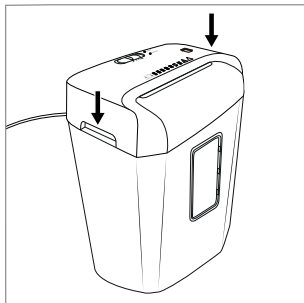

Fig. 1
- ◆ Hold på skæreenheden **5** i de to integrerede bæregreb **7**, og sæt den på den opsamlingsbeholder **10**, så ledningen **1** vender bagud, og observationsvinduet **9** på den opsamlingsbeholder **10** vender fremad (se fig. 1).